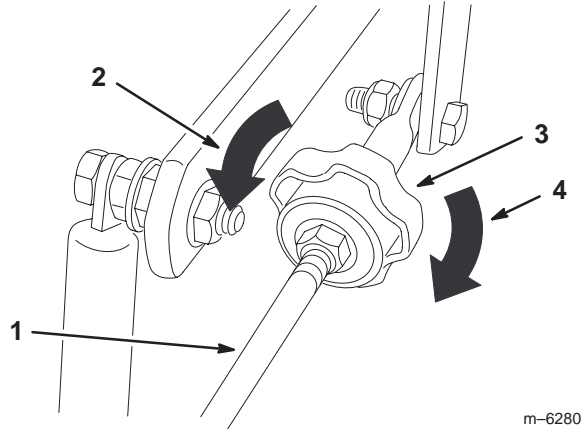

Figure 49
4. Pour que la machine tire à droite, tournez le bouton vers la droite de la machine (voir la figure 49).
5. Pour que la machine tire à gauche, tournez le bouton vers la gauche de la machine (voir la figure 49).